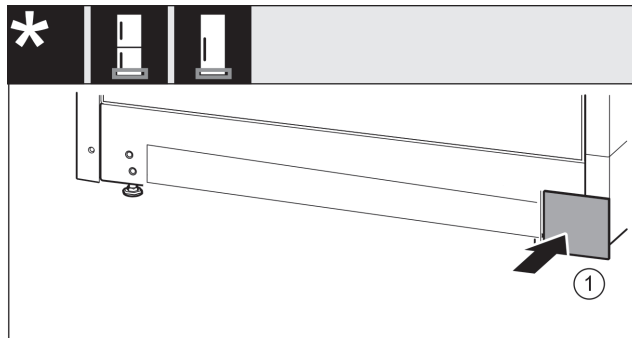

Fig. 19
- Sätt tillbaka skyddet Fig. 19 (1) på den andra sidan.